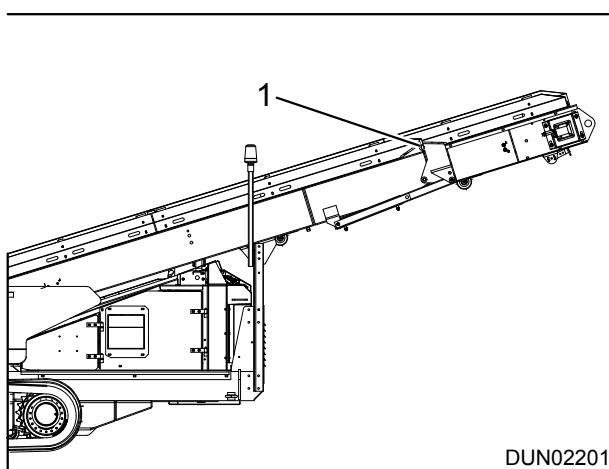

Figure 6.4 - Afvoerband in de bedrijfspositie
4. Zet het in de bedrijfspositie vast met de borgpennen (item 1), zie afb. 6.4.